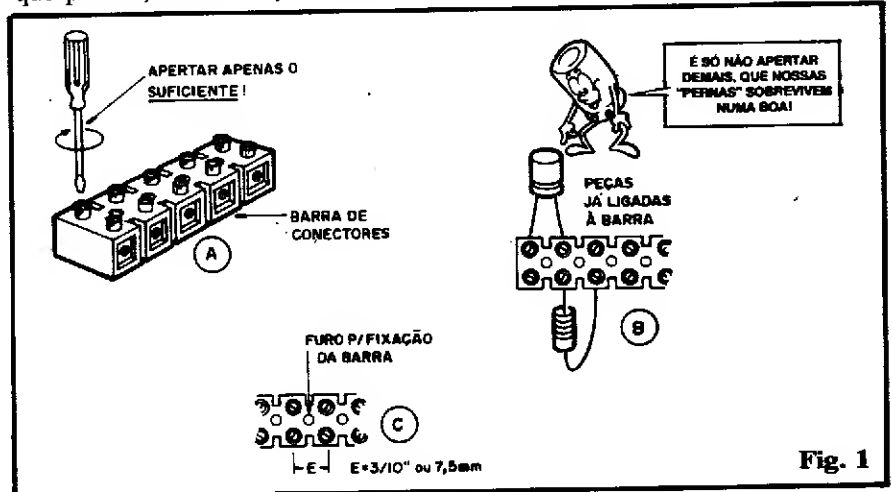

Fig. 1
- **FIG. 1-A** - A barra de conectores usada como substrato nas nossas montagens sem solda, é formada normalmente por 12 segmentos
- **FIG. 1-B** - Apenas para lembrar (ou para mostrar aos que estão "chegando agora" à turma...), vejamos como ficam as peças, depois que seus terminais são fixados, elétrica e mecanicamente, aos segmentos da barra... Observem que, como os contatos/segmentos estão dispostos **em linha**, é inevitável que alguns componentes (por exemplo: resistores, capacitores eletrolíticos com terminais axiais, etc.) devam ter seus terminais dobrados ou entortados (operação que **também** deve ser feita com certa "suavidade", para preservar a integridade dos "membros" da peça...), de modo a dispô-los no afastamento e posição convenientes à inserção na barra... Notem ainda que, para garantir o máximo número de reaproveitamentos de tais componentes, os terminais **jamaiz** devem ser cortados! Mantendo os pinos inteiros, mesmo que após várias utilizações, a "pontinha" do terminal acabe por partir-se, ainda haverá suficiente comprimento "sobrante" para novas utilizações! Bom senso e caldo de galinha (como diziam os antigos...) não fazem mal à ninguém...
- **FIG. 1-C** - A barra de conectores, além dos segmentos com seus miolos metálicos e parafusos superiores de fixação e ligação,
nadas pelo próprio "Aluno", na sua crescente criatividade, desenvolvida graças ao ABC... esperamos...). Se isso for feito de maneira organizada e metódica, a economia será substancial! E tem mais um "truque": para esticar ao máximo a própria durabilidade física dos componentes (seus terminais...), podemos dotar os principais deles de "botas" ou "sapatos", que literalmente protejam seus pés contra o inevitável "tira e põe", "aperta, desaperta", nos segmentos das barras "Sindal"! A fig. 1-A dá todas as "dicas", não só quanto a alguns dos componentes "onipresentes" (cujos códigos valem a pena ser "estocados", pela grande repetibilidade do seu uso...), mas também quanto à própria confecção dos "sobre-pés", na forma de contatos mais sólidos e permanentes! Observem que basta cortar pedaços da barra de conectores, contendo tantos segmentos quantos forem os terminais ou "pernas" do componente, fixar os terminais do dito componente **de um lado** e, no **outro** lado da barra, fixar pequenos pinos metálicos, mais firmes (e que poderão mais fácil e economicamente ser substituídos, quando estiverem muito "esmagados" ou deformados pelo uso...).